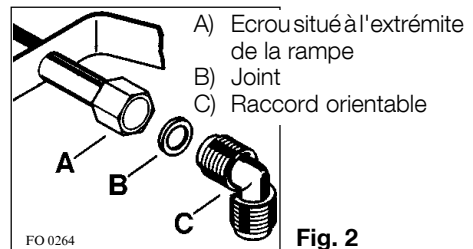

Fig. 2
- 1) Vissez le raccord orientable C dans l'écrou A situé à l'extrémité de la rampe d'alimentation, sans omettre d'intercaler le joint d'étanchéité B (Fig. 2).